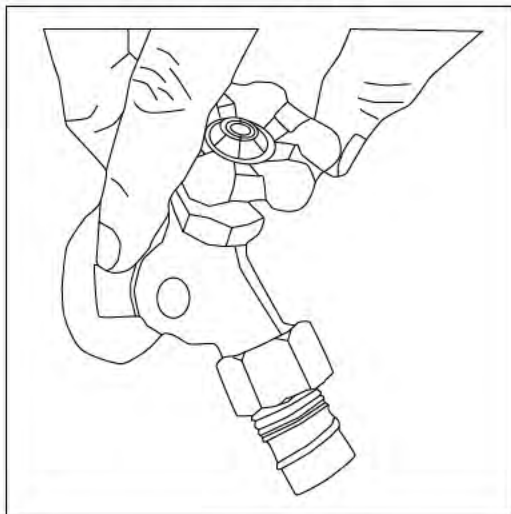

Fig. 17
***!Ouvrez l'alimentation d'eau au robinet!* (Fig. 17)**